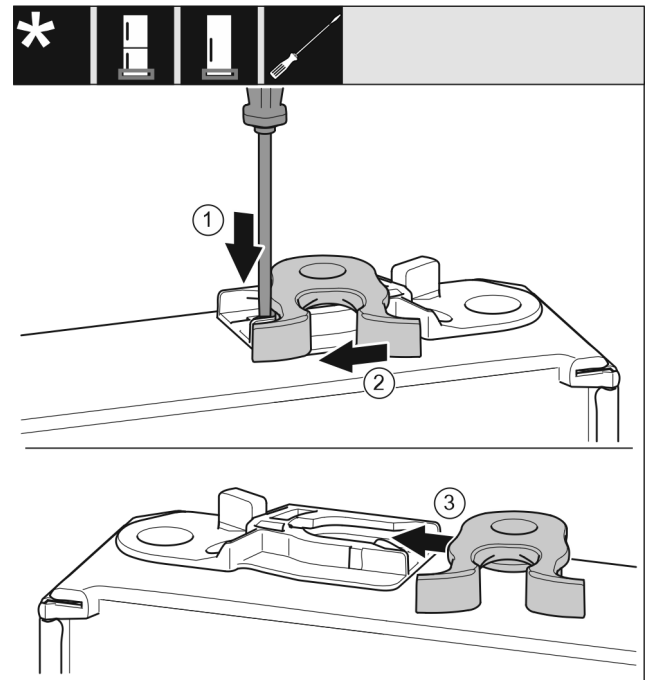

Fig. 18
- ▶ Paina kieleke alas uraruuvimeisselillä. Fig. 18 (1)
- ▶ Vedä sulkuhaka pois ohjaimesta. Fig. 18 (2)
- ▶ Työnää sulkuhaka toisella puolella ohjaimen. Fig. 18 (3)